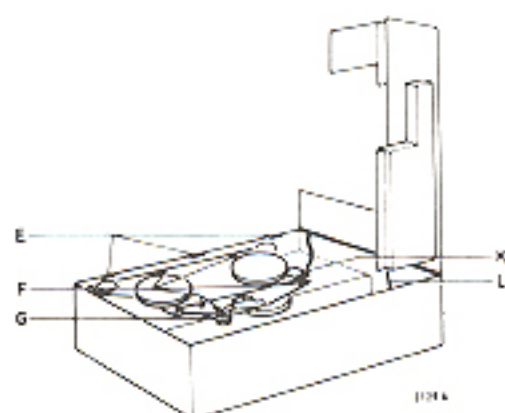

Fig. 2
- Nach dem Entfernen der drei Schrauben D (es ist besonders auf die Schraube in der rechten Oberseite zu achten) lässt sich die komplette Verstärkerplatine etwas anheben und nach rechts umschwenken. Rechts unten im Gehäuse befindet sich ein Haken L, der in die Öffnung unter der Anschlussleiste eingeführt werden, wodurch die Verstärkerplatine vertikal stehen bleibt (Abb. 2).